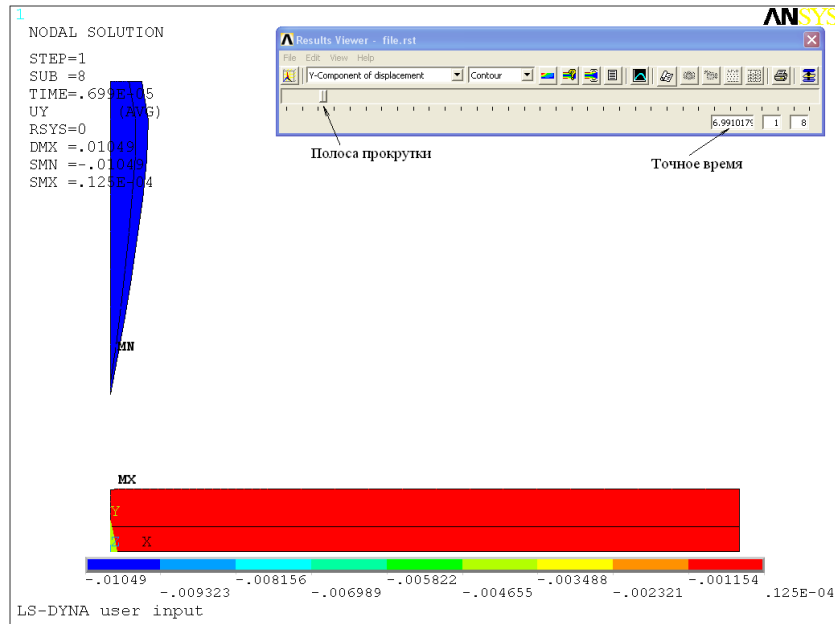

Рисунок 111. Перемещение пули
- В частности можно установить, что начало разрушения оболочки пули произошло приблизительно на $6.99e-006$ с. За это время пуля пролетела расстояние (0.01 м) до внешней границы первого бронелиста (Рисунок 111).